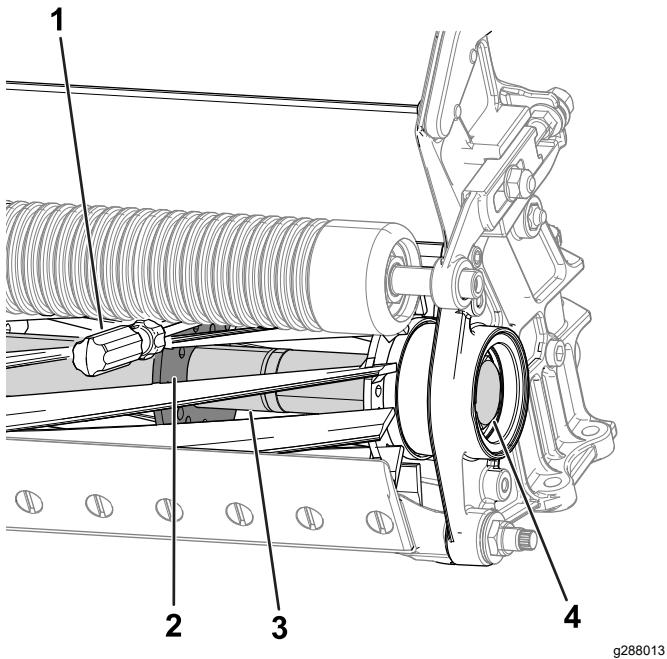

Figura 27
2. Inserite un piede di porco con manico lungo (3/8" x 12" raccomandato con manico a cacciavite) attraverso la parte inferiore del cilindro di taglio, più vicino al lato dell'apparato di taglio da serrare (Figura 27).
3. Posizionate il piede di porco contro il lato di saldatura della piastra di supporto del cilindro (Figura 27).